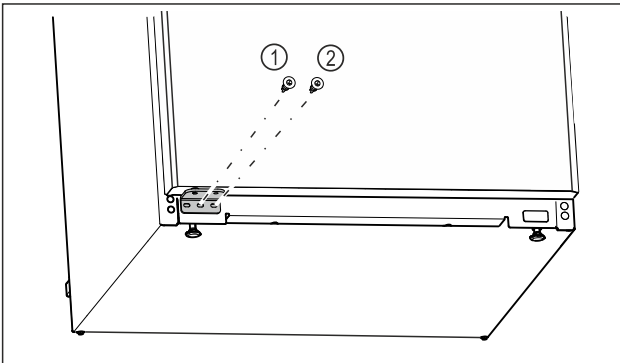

Fig. 25
- ▶ Kierrä laakerijalustan Fig. 25 (1) keskimäinen ruuvi kiinni Torx 20 -ruuvimeisselillä.
- ▶ Kierrä laakerijalustan Fig. 25 (2) sisempi ruuvi kiinni Torx 20 -ruuvimeisselillä.